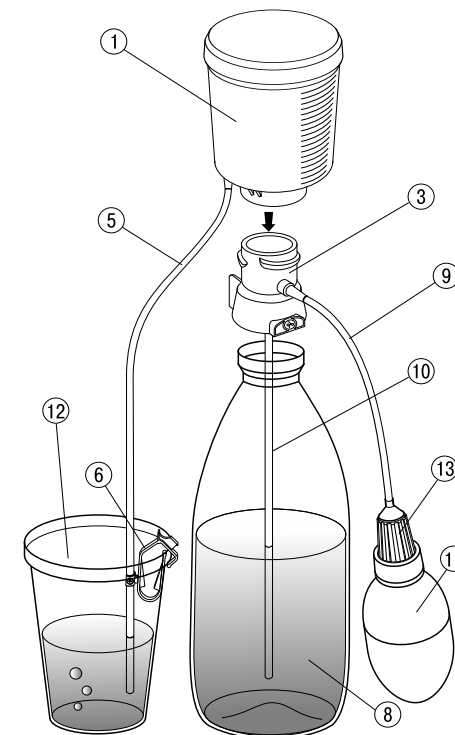

Рис. 5. Установка водоочистителя на пластиковую ёмкость.
Водоочиститель состоит из сменного фильтрующего модуля (далее - модуля) (1), переходной втулки (2) для подключения модуля к гладкому крану (рис. 1) или переходной втулки (3) для подключения модуля к стандартной пластиковой ёмкости (8) (рис. 5).
Водоочиститель позволяет эффективно очищать воду из отдельной пластиковой ёмкости (8) без использования водопроводной сети. Для очистки воды водоочиститель необходимо установить на пластиковую ёмкость (8), используя переходную втулку (3) (рис. 5).
- наденьте на модуль (1) изливную трубку (5) (рис. 5);
- наворачите на переходную втулку (3) модуль (1);
- закрепите изливную трубку (5) фиксатором (6) (как показано на рис. 5), на приёмной ёмкости (12);
- нажимая на нагнетатель (11), отфильтруйте воду.
- после отбора необходимого количества воды сбросьте остаточное давление воздуха в ёмкости поворотом клапана (13) нагнетателя (11).